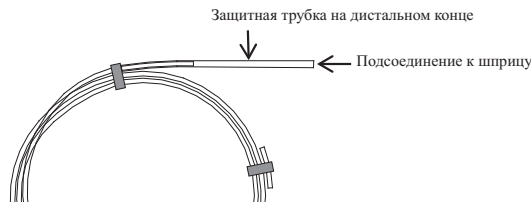

Рис. 1
- Для держателя с защитной трубкой на дистальном конце (см. раздел «Процедура применения», Рис. 1) не вынимайте и не вставляйте защитную трубку на дистальном конце, пока проводник находится в держателе.
- Для держателя с защитной трубкой на дистальном конце (см. раздел «Процедура применения», Рис. 1), снимите защитную трубку на дистальном конце, прежде чем снова помещать проводочный проводник в держатель.